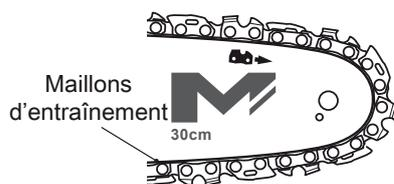

Fig. 11
- > Testez la tension de la chaîne [6] en soulevant la chaîne d'une main sans tenir l'appareil avec l'autre main. La chaîne est suffisamment tendue quand elle peut être décollée de 2 - 4 mm au niveau du milieu du guide-chaîne [7] (Fig. 11, 12).